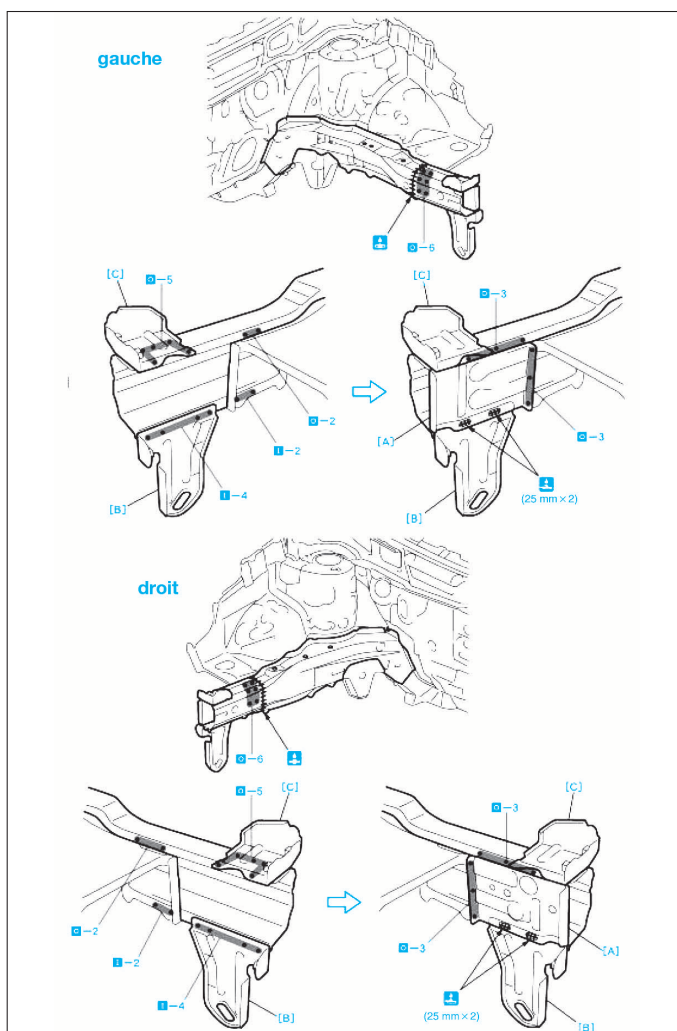

FIG. 14
- Après la soudure (Fig.14), appliquer de la mousse en polyuréthane sur les pièces correspondantes.